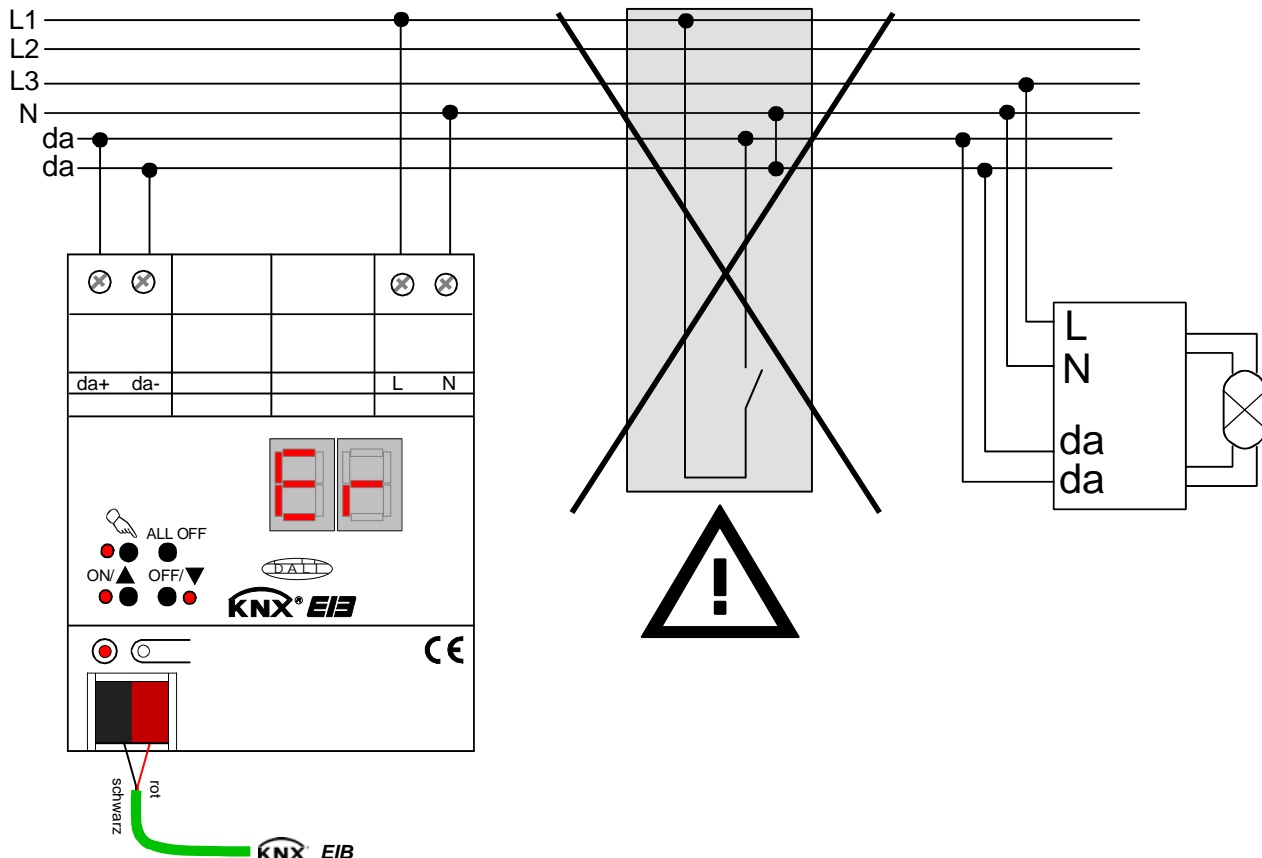

Fig. 2: Andere Bedieneinrichtungen im DALI-System entfernen
- Alle entsprechenden Bedieneinrichtungen gemäss Fig. 2 entfernen oder sicherstellen, dass keine weiteren Bedienstellen existieren.